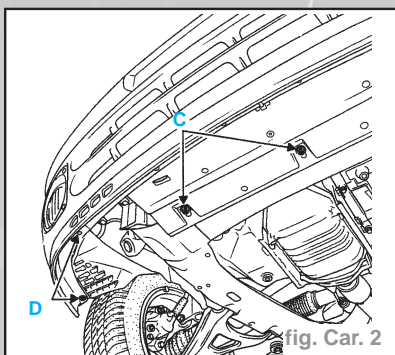
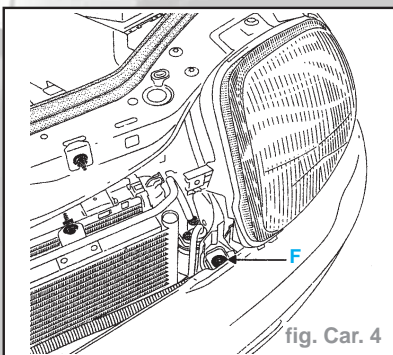

fig. Car. 2
fig. Car. 4
- Déposer (fig. Car. 2) :
- les trois vis de fixation du ski (C)
- la vis de fixation inférieure (D) du pare-boue et le clips de maintien (D).
- les deux vis de fixation (F) (fig. Car. 4)